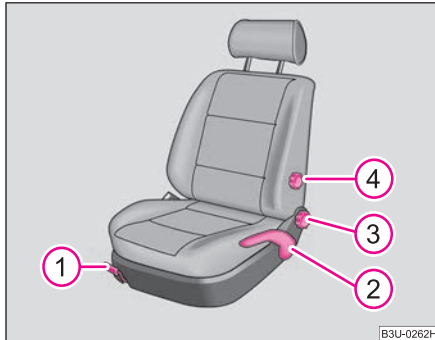

Fig. 54 Elemente de comandă pentru scaunul conducătorului
- Se trage maneta ① ⇒ pagina 73, fig. 54 în sus și se deplasează scaunul în poziția dorită.
- Se eliberează maneta ① și se deplasează scaunul mai departe, până când se blochează.
- Când se dorește ridicarea scaunului, se trage maneta ② ⇒ pagina 73, fig. 54 în sus, sau se execută mișcări de pompare.
- Când se dorește coborârea scaunului, se apasă maneta ② în jos, sau se execută mișcări de pompare.